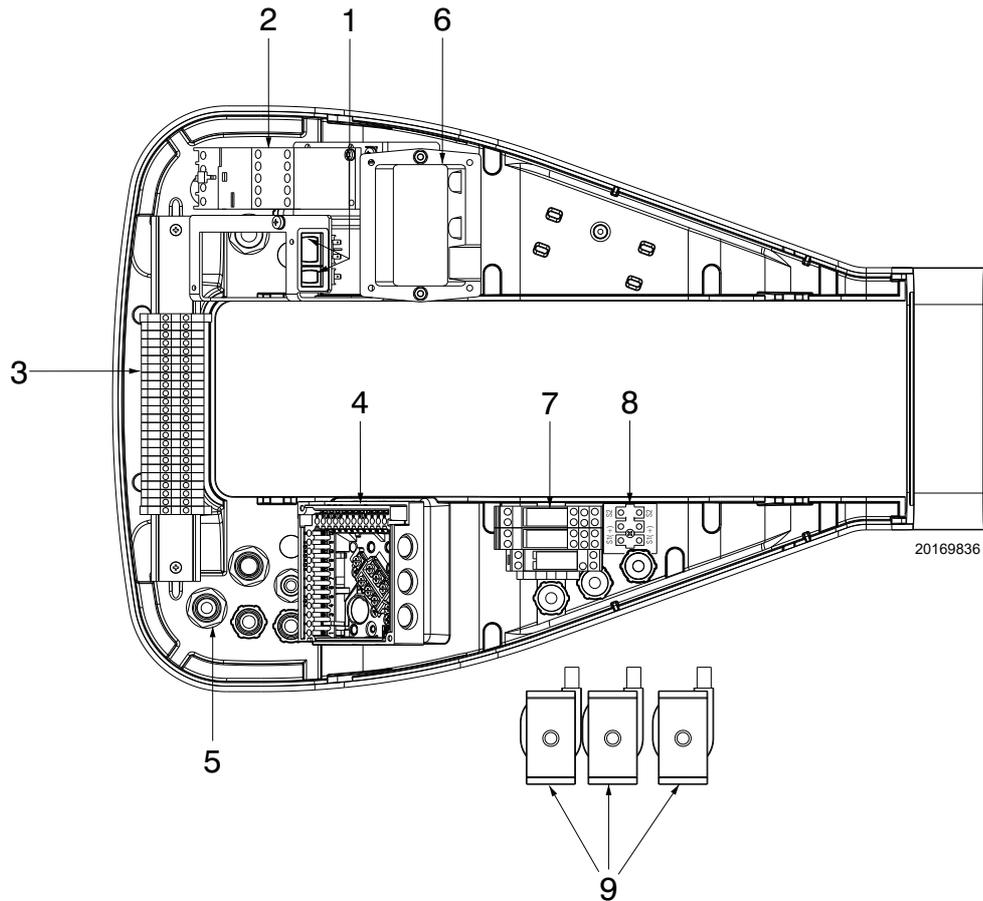

Abb. 6
**Störabschaltung Motor:** Entriegelung durch Drücken der Taste des Thermorelais 2)(Abb. 6 auf Seite 13).